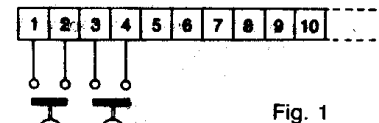

Fig. 1
1.C1) Collegare due pulsanti del tipo normalmente aperto sia fra i morsetti 1 e 2, sia fra i morsetti 3 e 4 della morsettiere dell'apparecchiatura. (Vedi fig. 1).